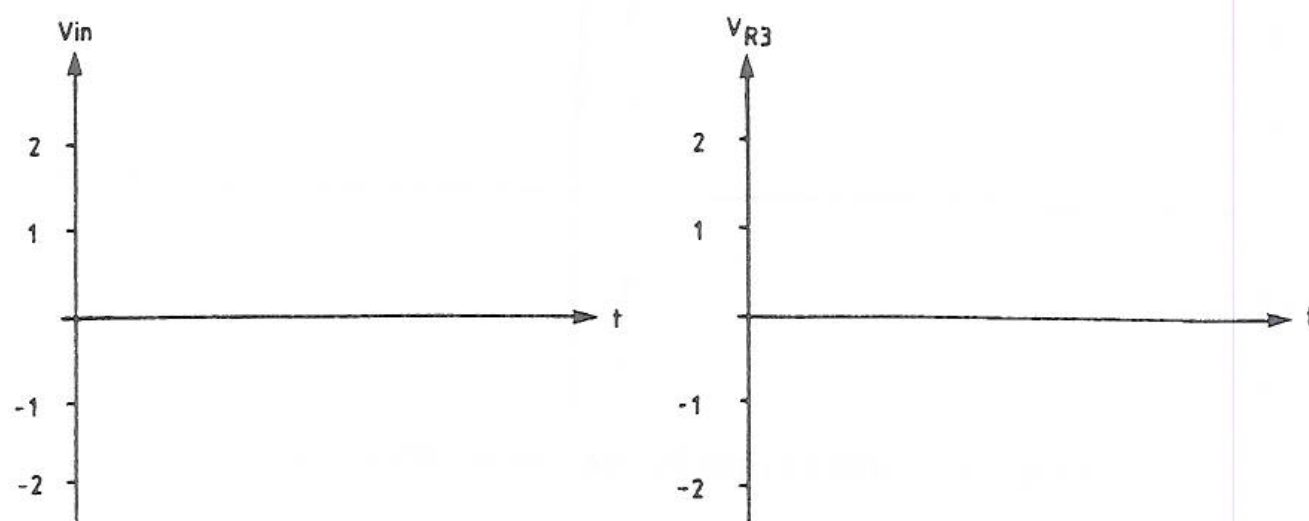

Fig. 2: Retificação da Onda Senoidal
9. Esboce na Fig. 2 as formas de onda da tensão de entrada e da tensão nos terminais da carga R3. Há alguma diferença mensurável entre um diodo real e um diodo ideal neste circuito?